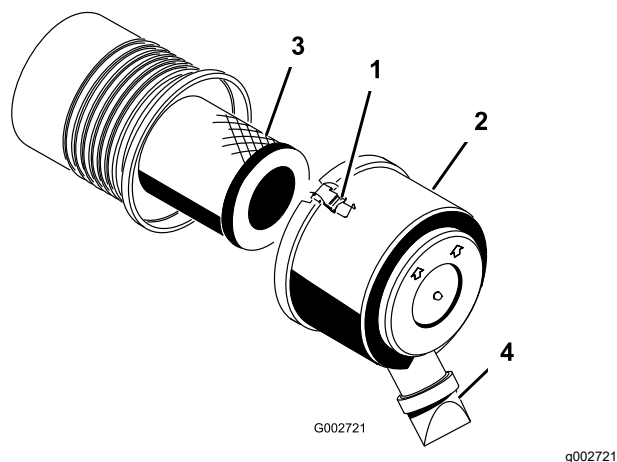

図 27
1. エアクリーナのカバーをボディーに固定しているラッチを外す 図 27。